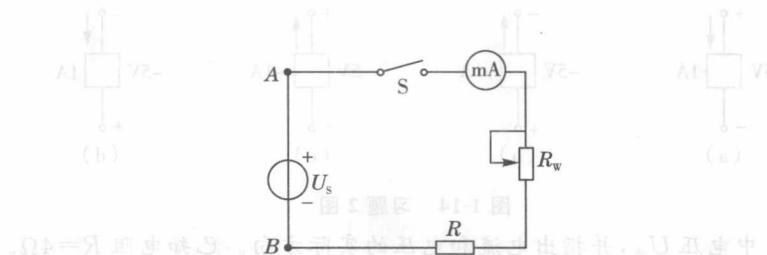

图 1-17 电源特性的测试
- (1) 实训器材: 干电池 2 节(或 5V 直流稳压源 1 台), 可变电阻器  $470\Omega$  1 只, 灯泡 1 只(或  $200\Omega$  电阻 1 只),  $50mA$  电流表 1 只, 万用表 1 只, 导线若干。
- (2) 实训电路如图 1-17 所示( $U_s$  为 5V 直流电源,  $R$  为  $200\Omega$  电阻,  $R_w$  为  $470\Omega$  的电位器)。